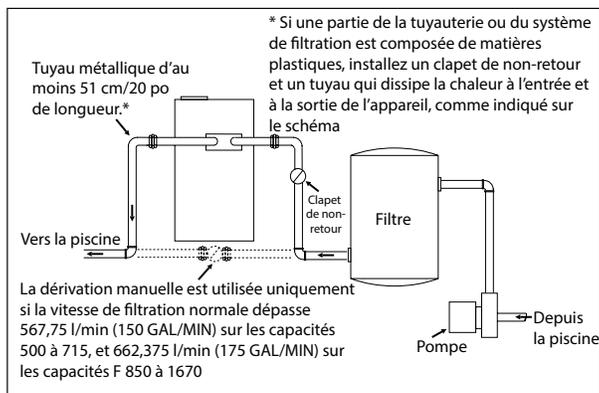

Figure 7. Installation de dérivation manuelle
1. Installer la vanne de dérivation manuelle comme illustré sur la figure 7.